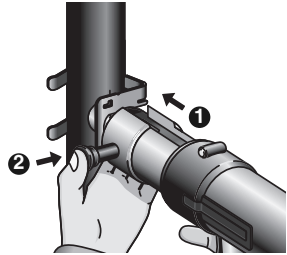

Figura 13 – La selladora se desliza sobre el expansor
2. Deslice la selladora por encima del expansor (1) y cierre por completo el pasador (2) para montar el acoplamiento. *Vea la Figura 13.* La selladora no funciona si el pasador de montaje no está completamente cerrado. Sostenga la selladora con las manos para alinearla. No deje que la selladora cuelgue del tubo.